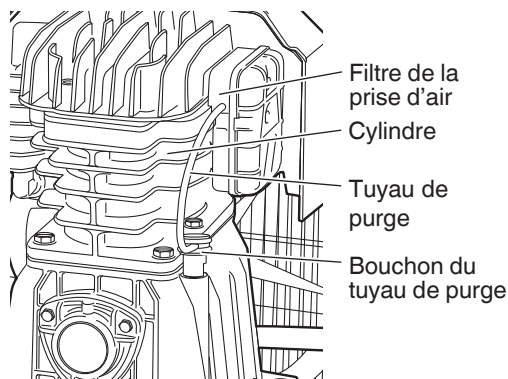

Fig. 6
- E) Insérez le bouchon du tuyau de purge dans la purge d'air de ce dernier et dans l'orifice du filtre de la prise d'air. (Fig. 6)